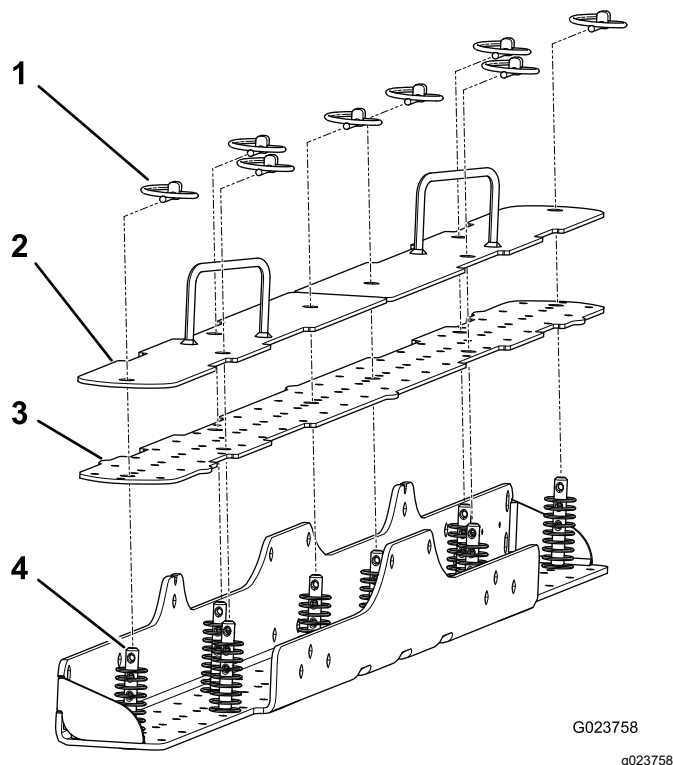

Figura 3
1. Rimuovete gli acciarini dagli otto cavallotti con perno che fissano la piastra dei chiodi alle piastre superiori e a quella inferiore (Figura 3).